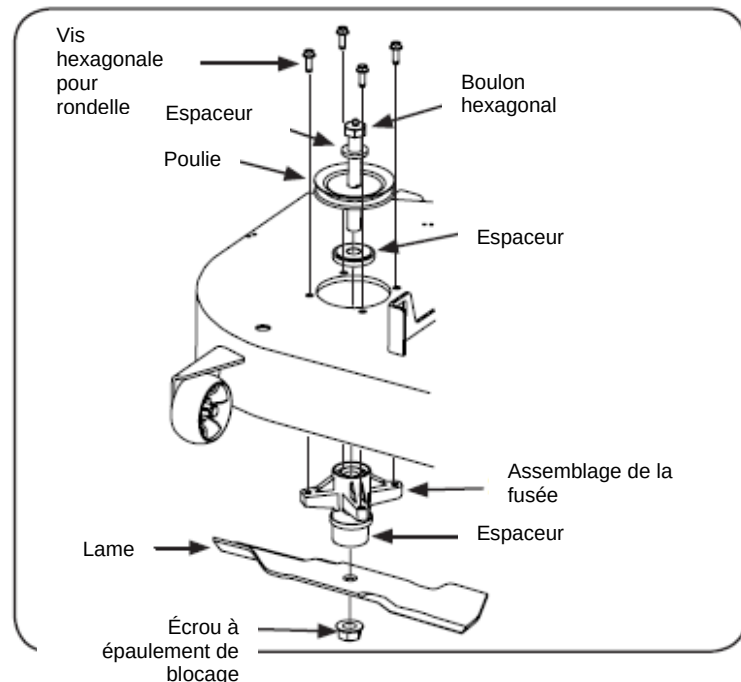

Figure 7-11
5. Utilisez une clé de 3/4 " pour tenir l'écrou hexagonal sur le dessus de l'assemblage de la fusée lorsque vous desserrez l'écrou hexagonal fixant solidement la lame. Un bloc de bois peut être placé entre le boîtier du plateau et l'arête pour aider à freiner le desserrage de l'écrou hexagonal fixant solidement la lame. Consultez la Fig. 7-11.
6. À l'aide d'une clé à rochet ou d'une clé à douille, retirez les quatre vis hexagonales pour rondelles. Retirez l'assemblage de la fusée. Consultez la Fig. 7-11.